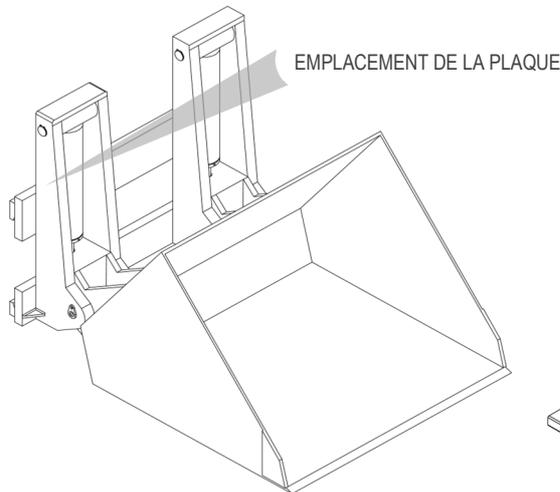
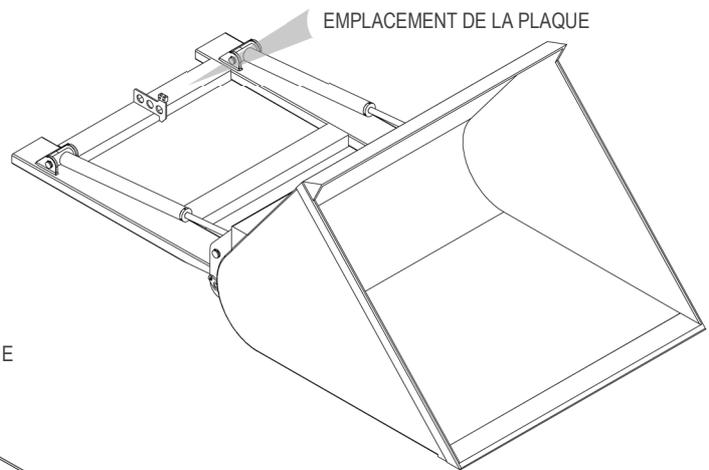
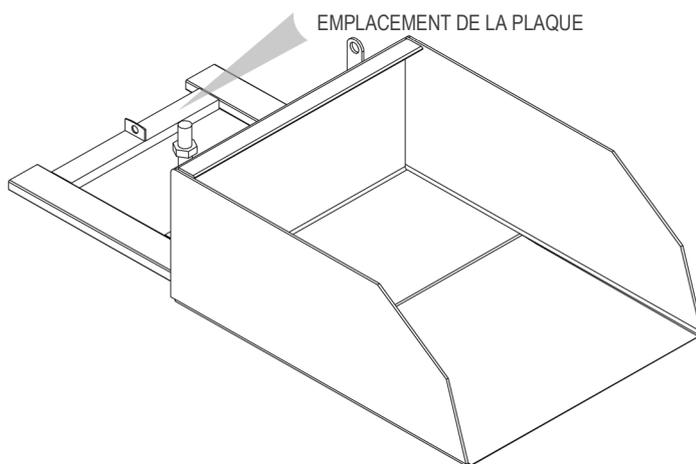

Figure 1
Figure 2
Figure 3
Tous les équipements A.T.I.B. – « BENNE HYDRAULIQUE TYPE 965 | BENNE HYDRAULIQUE ENFOURCHABLE TYPE 971 | BENNE MÉCANIQUE ENFOURCHABLE TYPE 968 » sont identifiés par une plaque adhésive (voir *Tableau 1*) placée sur l'équipement (voir *Figure 1*, *Figure 2* et *Figure 3*). La position de la plaque signalétique peut varier en fonction de l'équipement. Toujours se référer au numéro de série.
5. Pour la manutention, utiliser des courroies ou des chaînes adéquatement dimensionnées par rapport au poids de l'équipement indiqué sur la plaque signalétique (voir *Figure 1* et *Tableau 1* à la page 7).
9. Connecter le circuit hydraulique, en s'assurant que la pression de service des tuyaux est supérieure ou égale à celle indiquée sur la plaque signalétique (voir *Figure 1* et *Tableau 1* à la page 7).
8. Connecter le circuit hydraulique, en s'assurant que la pression de service des tuyaux est supérieure ou égale à celle indiquée sur la plaque signalétique (voir *Figure 2* et le *Tableau 1* à la page 7).
9. Connecter le circuit hydraulique, en s'assurant que la pression de service des tuyaux est supérieure ou égale à celle indiquée sur la plaque signalétique (voir *Figure 3* et le *Tableau 1* à la page 7).